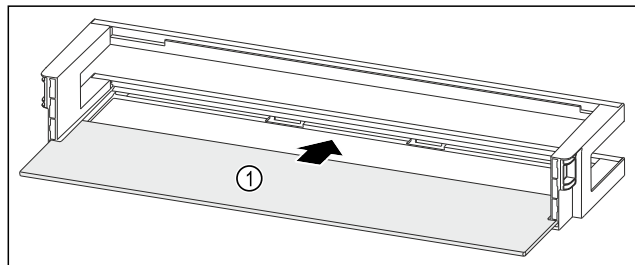

Fig. 97 Balconnet de contre-porte avec tablette de rangement
- Insérer la tablette de rangement Fig. 97 (1) dans les évidements latéraux.